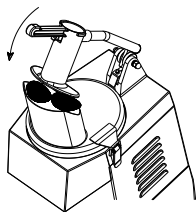
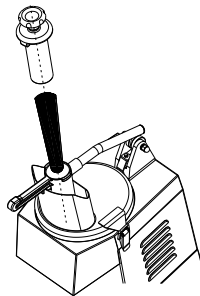

Рис. 9 – Загрузка продукта в крышку
Рис. 10 – Загрузка продукта во внутрь толкателя рукоятки
9. Определитесь с размером нарезаемых кусочков овощей. Порезав овощ крупными кусками, вы можете загрузить их в загрузочную крышку (рис. 9); нарезав еще меньшими кусочками, можно положить его внутрь толкателя рукоятки (рис. 10), что может сократить время самой нарезки за счет отпадания необходимости в поднятии и опускании изогнутого рычага.